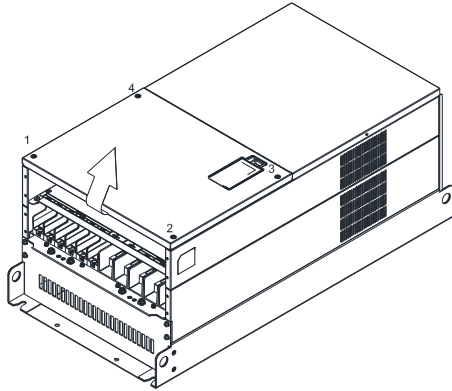

图 1
1. 松开螺丝 (如下图 1~4 所示), 打开上盖 (如图 1 所示)。
2. 松开螺丝 (如下图 1~8 所示)。